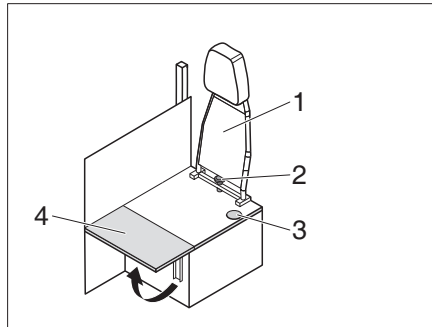

Fig. 204 Trasformazione da posizione di marcia a posizione abitativa
- Svitare la vite con manopola a stella (Fig. 204,2) e togliere lo schienale (Fig. 204,1) verso l'alto.
- Sollevare la prolunga del divanetto (Fig. 204,4).
- ▷ Per la trasformazione dalla posizione abitativa alla posizione di marcia procedere in ordine inverso. Prestare attenzione a condurre la cintura di sicurezza attraverso l'apertura (Fig. 204,3).